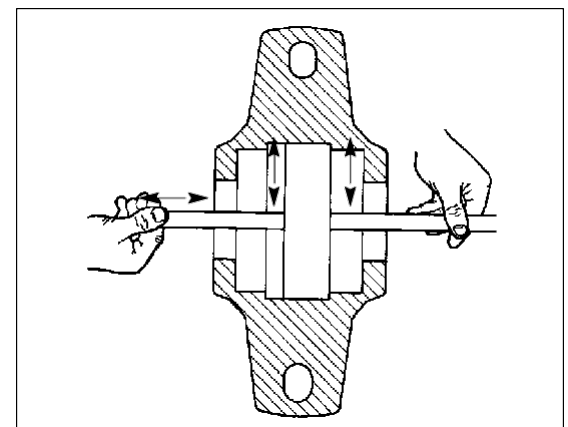

Fig. 8c. Måling av klaring
2. Fjern festeboltene M10 (7) og de øvre lagerhusene (6).
5. Bøy haken på festeringen (3) ut fra hakket på akselmutteren og åpne akselmutteren.
6. Fjern avstandsringen (3) hvis lageret er på matesiden.
7. Mål radialklaringen på toppen av lageret mellom rullene og den ytre ringen med en følermåler. Klaringen bør være 0,02–0,03 mm (0,008–0,012"). Mål klaringen ved å skyve følermåleren mellom rullene (punkt A, fig. 8b) gjennom lageret og deretter flytte måleren frem og tilbake mellom rullene og den ytre ringen, se fig. 8c. Ikke tving følermåleren gjennom klaringen.
8. Hvis klaringen overskrider 0,03 mm, bøy haken til festeringen (2) ut fra hakket på akselmutteren (1).
12. Monter det øvre lagerhuset og stram boltene (6) til 50 Nm (36 7/8 lbf).